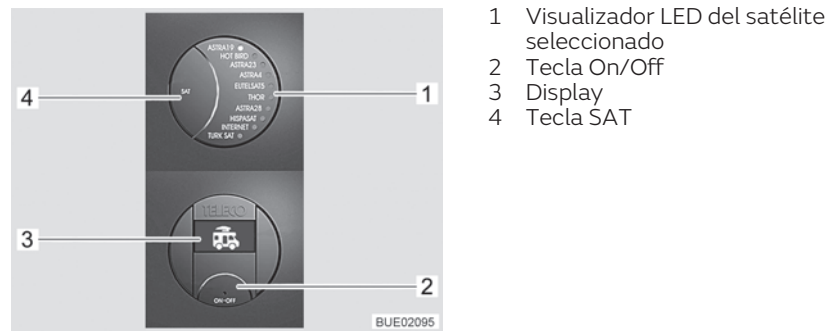

Fig. 26 Panel de mando (TeleSat)
- Pulsar la tecla On/Off (Fig. 26,2). El visualizador LED del satélite seleccionado (Fig. 26,1) y la iluminación de fondo de las teclas están encendidos. En el display (Fig. 26,3) aparece el símbolo del vehículo con antena retraída.
- Volver a pulsar la tecla On/Off (Fig. 26,2). La instalación está conectada. Si la antena había estado retraída, ahora se extenderá a la posición de servicio.
Si ya está parpadeando el LED del satélite deseado (Fig. 26,1), esperar algunos segundos. La antena se estará alineando automáticamente con este satélite (la última posición del satélite se guardará después de desconectar).
Cuando la instalación ha localizado el satélite, el LED (Fig. 26,1) se encenderá de modo permanente y en el display (Fig. 26,3) se visualizará "SAT OK".
- Pulsar la tecla SAT (Fig. 26,4) repetidamente hasta que el LED (Fig. 26,1) indique el satélite deseado. La antena se alineará automáticamente con este satélite.
- Cuando la instalación ha localizado el satélite, el LED (Fig. 26,1) se encenderá de modo permanente y en el display (Fig. 26,3) se visualizará "SAT OK".
- Pulsar la tecla On/Off (Fig. 26,2). El visualizador LED del satélite seleccionado (Fig. 26,1) y la iluminación de fondo de las teclas están encendidos. En el display (Fig. 26,3) se visualizará el satélite actualmente seleccionado.
- Volver a pulsar la tecla On/Off (Fig. 26,2). La antena parabólica se retrae. Cuando la antena está completamente retraída, se visualizará el símbolo del vehículo con antena retraída en el display. La instalación cambiará al modo de espera después de algunos segundos.